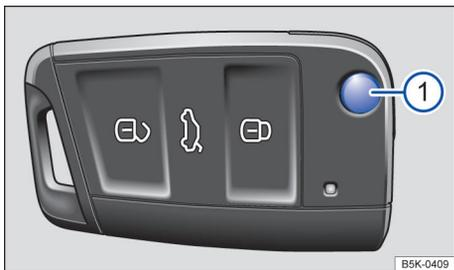
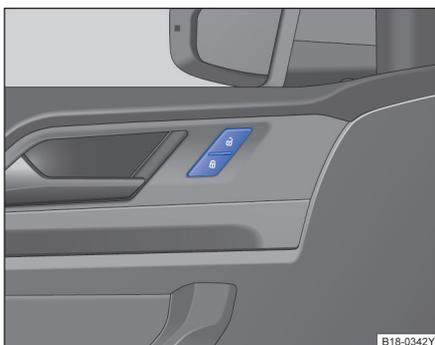

图 41 遥控钥匙
图 45 驾驶员侧车门内：中央门锁按钮。
按压按钮⇒图 41①即可解锁并翻开钥匙头。
如短时间内反复按压汽车钥匙上的按钮⇒图 41 或中央门锁某个按钮⇒第 61 页，则中央门锁系统将暂时关闭，防止系统过载。此时汽车解锁，必要时闭锁汽车。 <
行驶车速超过 15km/h 时汽车自动闭锁⇒ 第 28 页。闭锁汽车后中央门锁按钮里的指示灯 以黄色点亮⇒ 图 45。
如短时间内反复按压汽车钥匙上的按钮⇒ 图 41 或中央门锁某个按钮⇒ 图 45，则中央门锁系统将暂时关闭，防止系统过载。然后汽车处于解锁状态约 30 秒钟。在此期间，若未打开车门或行李厢盖，随后汽车将自动闭锁。
按压按钮   ⇒ 图 45：
- 按压  按钮 ⇒ 图 45。